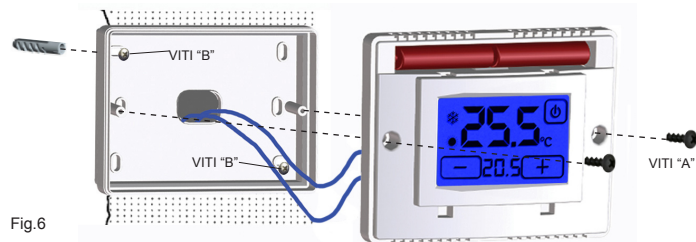

Fig.6
- 1 • Fissare la BASE alla parete mediante tasselli e viti tipo "B" (Fig.6).
- 3 • Fissare il FRONTALE sulla BASE utilizzando le viti "A" in dotazione (Fig.6). Ora il termostato **T-Touch 503** è pronto per essere alimentato e per ricevere l'ANTINA (paragrafo ALIMENTAZIONE).